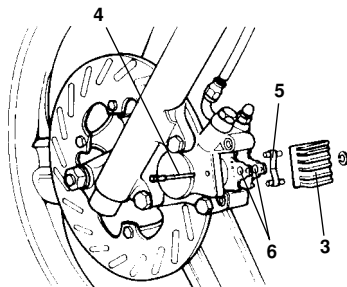

Fig. 31
- Sacar la tapa (3 - Fig. 31).
- Sacar el anillo de seguridad del perno (4).
- Sacar el perno (4).
- Extraer el muelle (5).
- Extraer la pastilla (6).
- Enlever le couvercle (3 - Fig. 31).
- Enlever le circlips de l'axe (4).
- Défaire l'axe (4).
- Extraire le ressort (5).
- Extraire les plaquettes (6).